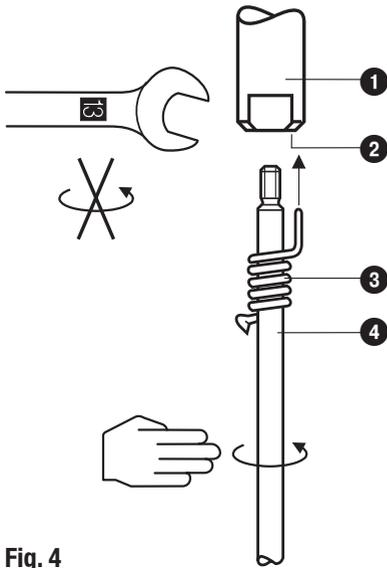
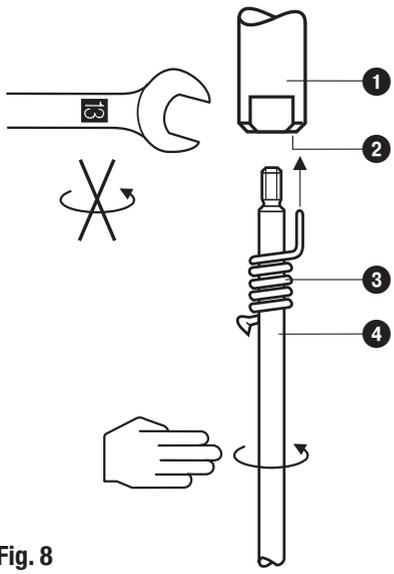

Fig. 4
Fig. 8
1. Elektrodenverlängerung ④ in die Elektrodenspitze ① einschrauben. **Fig. 4, Fig. 8**